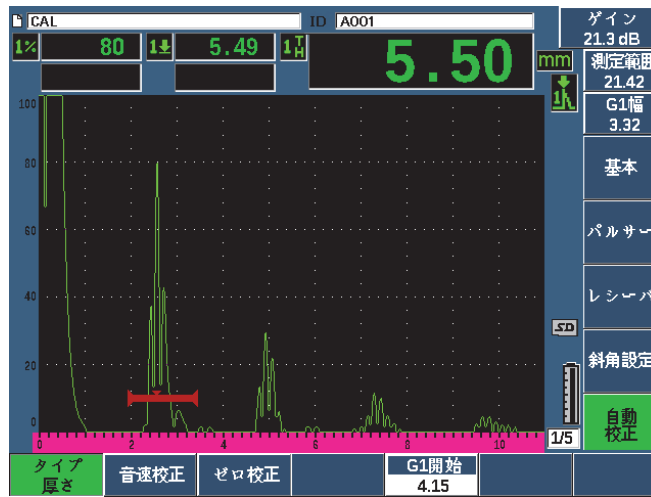

図 3-13 自動校正メニュー
4. **自動校正**メニューを選択します（75 ページの図 3-13 参照）。